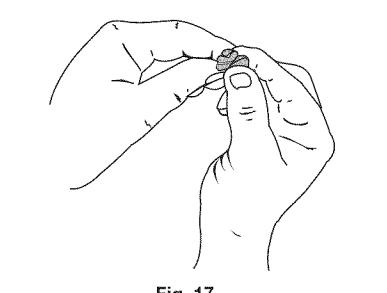

Fig. 17
5. Apriete el filtro para espaciar y retirar el exceso de aceite (Fig. 17).